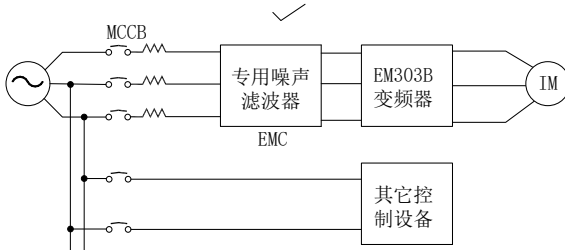
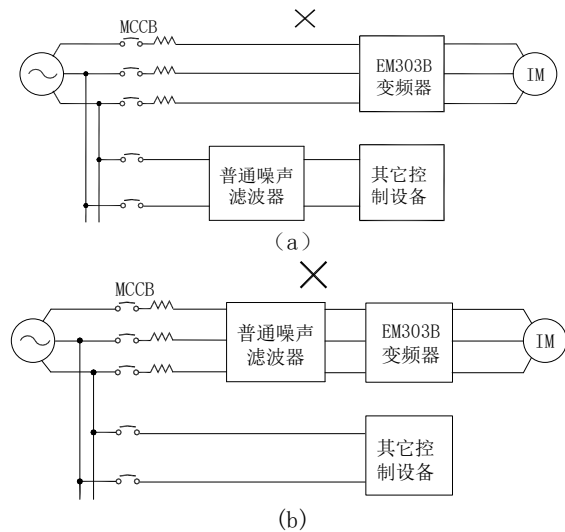

图 3-6 噪声滤波器的正确安装
图 3-7 噪声滤波器的错误安装
2. 噪声滤波器的正确和错误安装方式如图 3-6 和图 3-7 所示。